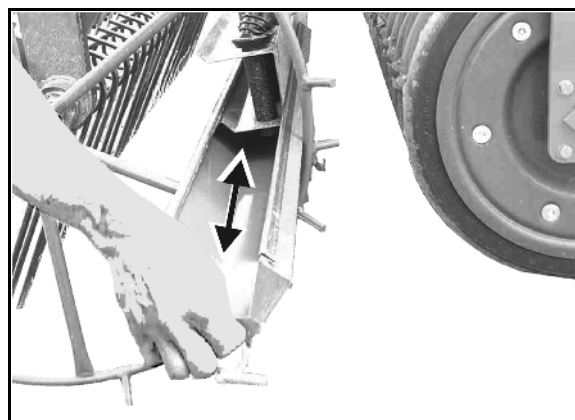

Fig. 36
2. Abdrehmulden links und rechts aus der Auslaufschiene herausziehen und unter die Auslaufschiene (Fig. 36) einschieben.